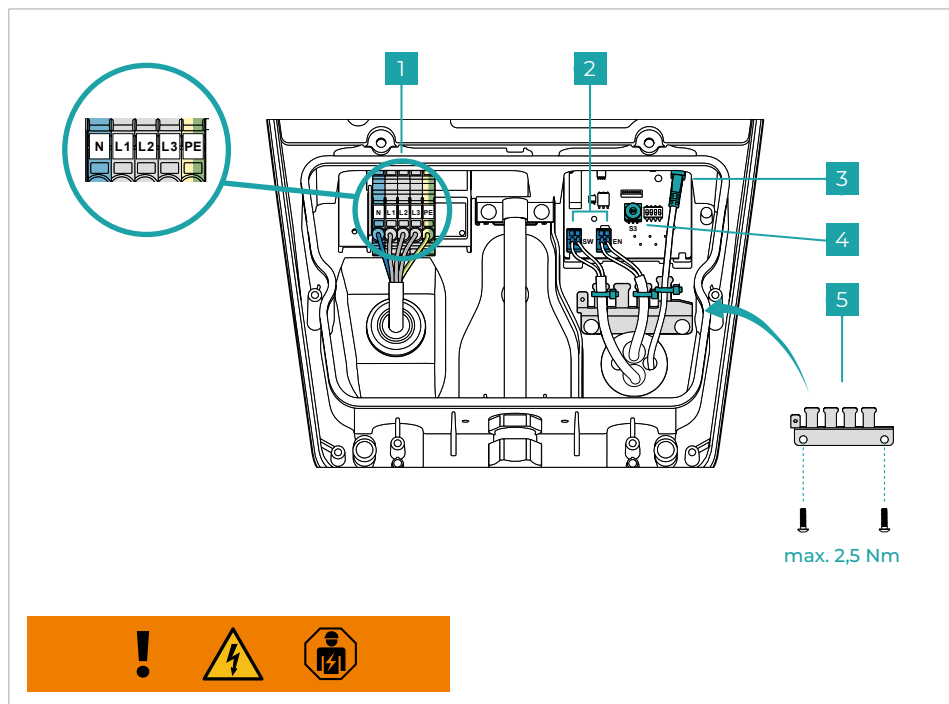
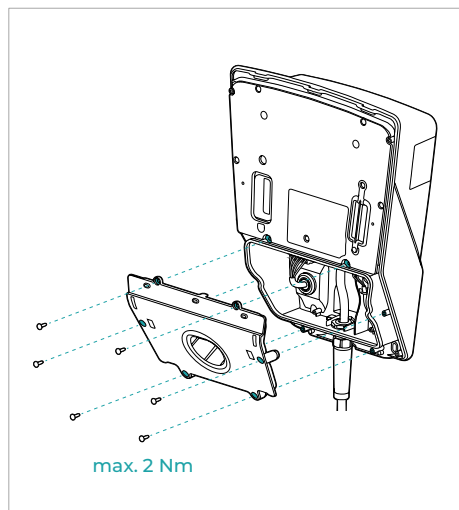

Fig. 6
Fig. 7
Come optional è possibile collegare un dispositivo di blocco esterno (ad es. interruttore a chiave) all'interfaccia interna (fig. 6 - n. 2 - **Interfaccia EN**).
- Preparare il cavo di collegamento di rete adeguato ($\varnothing$ 10 - 20 mm // max. 5*6 mm²) e collegarlo come illustrato alla **fig. 6 - n. 1**. In figura, il collegamento di rete viene rappresentato come trifase. Per effettuare un collegamento monofase utilizzare N, L1 e PE.
- Configurare la corrente di carica massima da 6 A a 16 A mediante l'interruttore a rotazione S3, come illustrato alla **fig. 6 - n. 4**.
- Optional: Preparare le linee dati (Digital-In (EN) / Out (SW) e LAN) e collegarle come illustrato alla **fig. 6 - n. 2 e 3**. Per il collegamento di un dispositivo di blocco esterno tramite Digital-IN, rimuovere prima i ponticelli dei cavi.
Come illustrato alla **fig. 6 - n. 5** applicare la protezione antistrappo e fissare le linee dati con le fascette serra-cavo. Come illustrato alla **fig. 7** montare la copertura inferiore del sistema di carica.